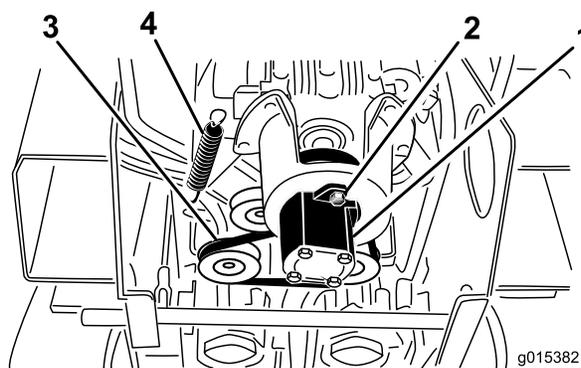

Рисунок 52
5. Ослабьте 2 болта насоса (Рисунок 52).
6. Поверните насос против часовой стрелки и дайте ему выпасть из шкива (Рисунок 52).
7. Используя съемник пружины (обратитесь в авторизованный сервисный центр) или жесткий металлический крючок, снимите конец пружины натяжного шкива с болта пружины, чтобы сбросить натяжение пружины (Рисунок 52).